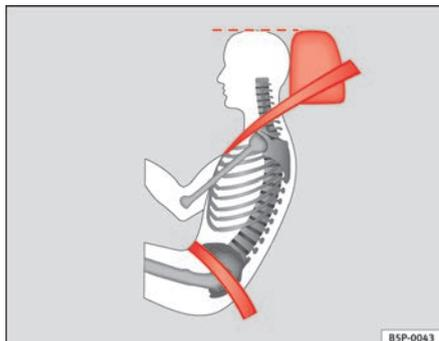

Fig. 13 Posição da faixa do cinto de segurança e do encosto de cabeça regulados correctamente, vistos de lado
- A faixa inferior do cinto de segurança deve passar na zona pélvica, mas nunca por cima do abdómen. O cinto de segurança deve ficar direito e bem ajustado à zona pélvica ⇒ fig. 13. Se necessário, encurtar um pouco a faixa do cinto de segurança.